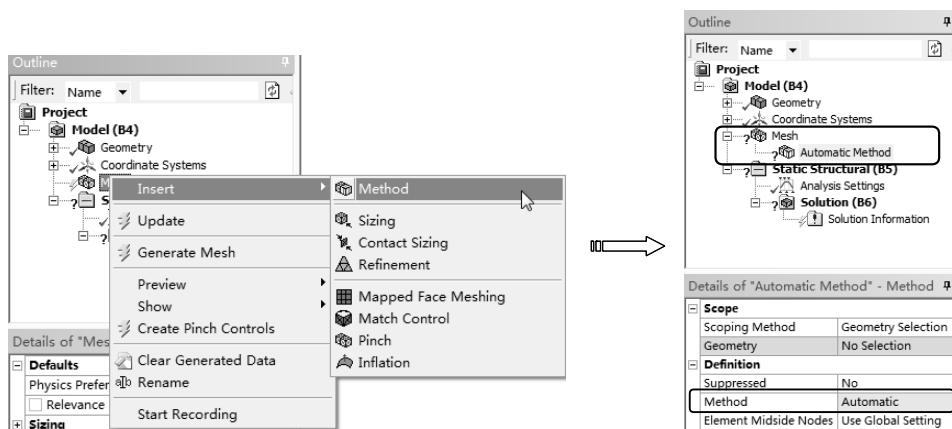

图 3-98 添加自动划分方法
1) 选中窗口左侧 **【Outline（分析树）】** 中的 **【Mesh】** 节点，单击鼠标右键，在弹出的快捷菜单中选择 **【Insert】 | 【Method】** 命令，在 **【Mesh】** 节点下增加 **【Automatic Method】** 节点（程序默认的是自动划分方法），如图 3-98 所示。